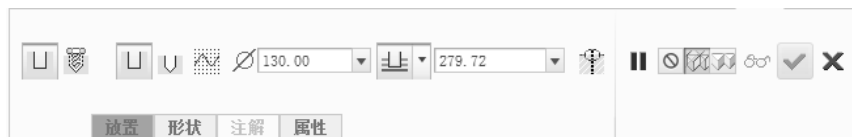

图 3.35 【孔】操控板
- (1) 从【工程】操控板中单击【孔】按钮 , 系统显示【孔】操控板, 如图 3.35 所示。